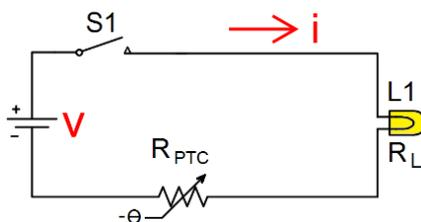

Figura 1.97 – O NTC como atenuador de corrente.
►► **Exemplo 15** – Na Figura 1.97, vê-se uma aplicação do PTC como atenuador de corrente de pico. Com o aumento da corrente no circuito (um curto-circuito na carga, por exemplo), a temperatura nos resistores aumenta – o sensor PTC passa por um auto-aquecimento.